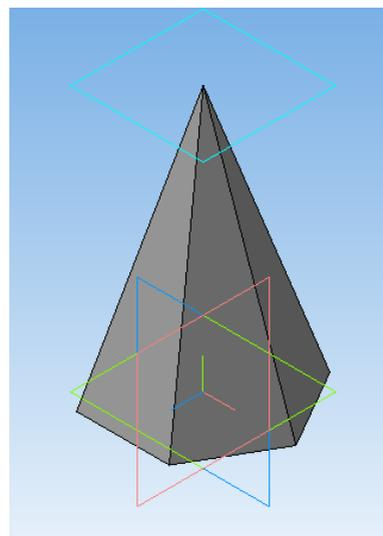

Рис. 30.
6. Нажмите кнопку  Операция по сечениям. Установите параметры операции и выберите объекты: на закладке Тонкая стенка выберите тип построения - нет. На закладке Параметры операции По сечениям поочередно укажите в окне Дерево модели эскизы-сечения Эскиз: 1 и Эскиз: 2. Нажмите кнопку Создать объект (рис. 30).